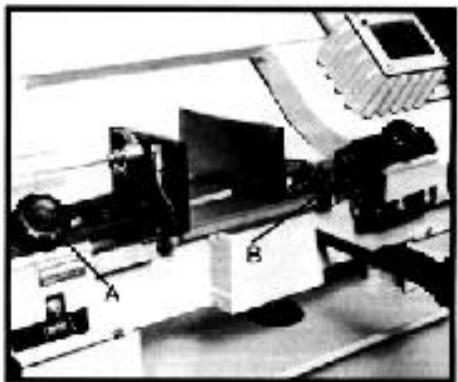

Fig.6
2. Ослабьте ручку (рис. 6) и болт (B) направляющих лезвия и опустите его максимально близко к материалу, но не допуская соприкосновения.
3. Затянуть ручку (A) и болт (B) и подключить аппарат к источнику питания